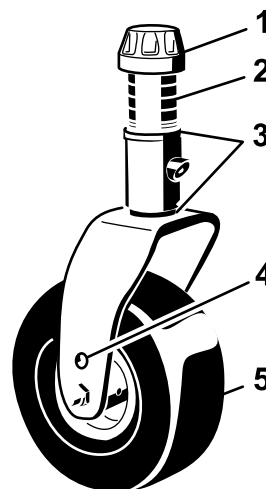
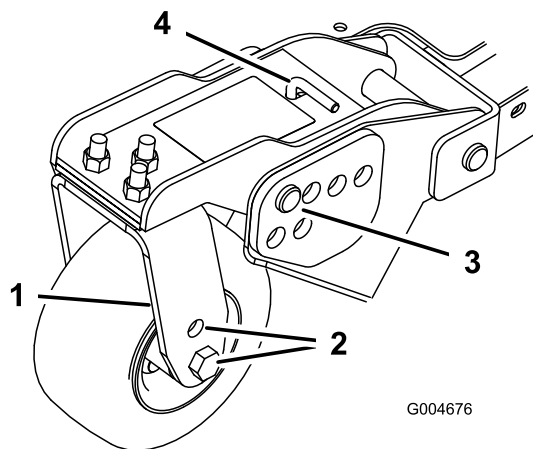
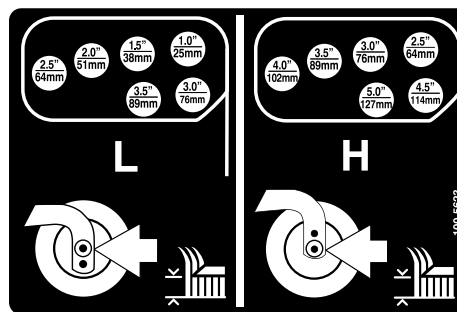

Bild 21
Bild 23
Bild 24
1. Stecken Sie die Laufradachsen in allen Laufradgabeln in die gleichen Löcher (Bild 21 und Bild 23).
2. Entfernen Sie die Spannkappe von der Spindelwelle und ziehen die Spindel aus dem Laufradarm heraus (Bild 21).
- Entfernen Sie den Splint und die Lastösenbolzen von den Laufradgelenkarmen (Bild 23).
- Drehen Sie die Spannstange, um den Gelenkarm anzuheben oder abzusenken, bis die Löcher mit den ausgewählten Löchern in der Schnitthöhenhalterung im Mähwerkrahmen ausgerichtet sind (Bild 23 und Bild 24).